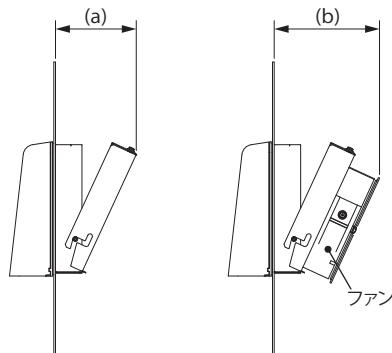

図25
- ・キャビネット内飛出し寸法および作業スペースを考慮してください。SLS-20FR(C)・FSR、24FR(C)・FSR、4424FR(C)・FSR、OSLP-2A(C)、WLP-17(C)組み合せ時の飛出し寸法はa、b寸法がキャビネット内飛び出し寸法となります。(図 25)